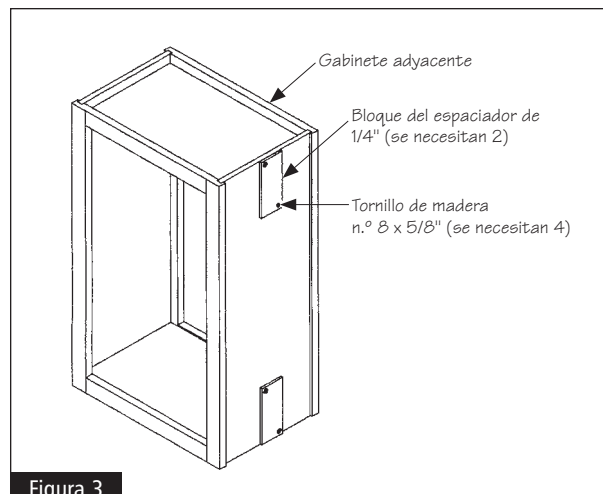

Figura 3
- 1** Avance al paso #2 si desea fijar la pared de extremo de repisa (SEW) a un panel lateral de 1,91 cm de grosor. Determine en qué lado del gabinete en península adyacente va a instalar ambos SEWs. Corte el espaciador de madera de 1/4" a la mitad y fíjelo al panel posterior del gabinete adyacente. El espaciador debe ir centrado del frente hacia atrás en el panel lateral. Perfore y avellane dos agujeros guía de 3/32" de diámetro a través de cada uno de los espaciadores y fije éstos al panel lateral del gabinete usando dos tornillos de madera n.º 8 x 5/8" por cada espaciador. Asegúrese de que la cabeza del tornillo esté alineada con la superficie del espaciador. Vea la figura 3.